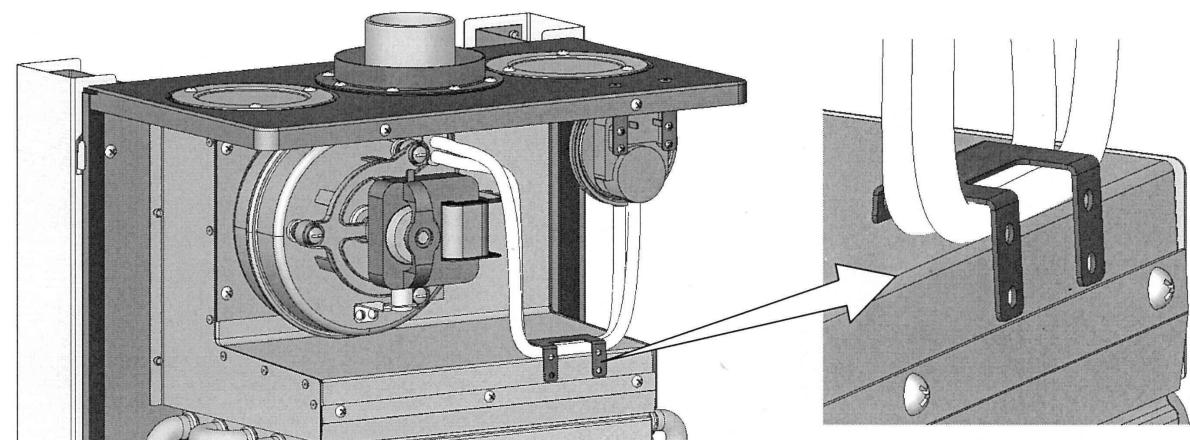

Рис. 2
5. Подсоединить новые силиконовые трубы L = 360 мм. Уложить трубы под кронштейн, как показано на рис. 2.